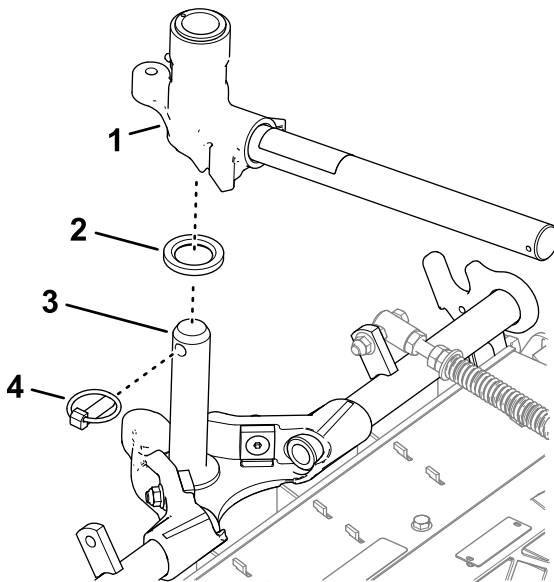

Figura 29
2. Introduzca la horquilla del brazo de elevación en el eje del bastidor de tiro (Figura 29).